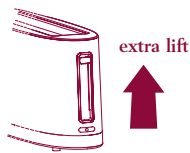

Fig. 7
- 5 Togliete il pane. Per estrarre con più facilità il pane sollevate ulteriormente la leva e mantenetela in questa posizione fino a quando avete tolto le fette di pane (funzione EXTRA LIFT) (fig. 7).